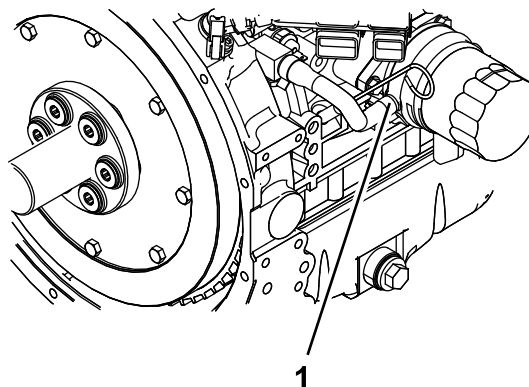

Figure 58
6. Débranchez le flexible de liquide de refroidissement du refroidisseur d'huile, et vidangez le liquide du bloc-moteur (Figure 58).